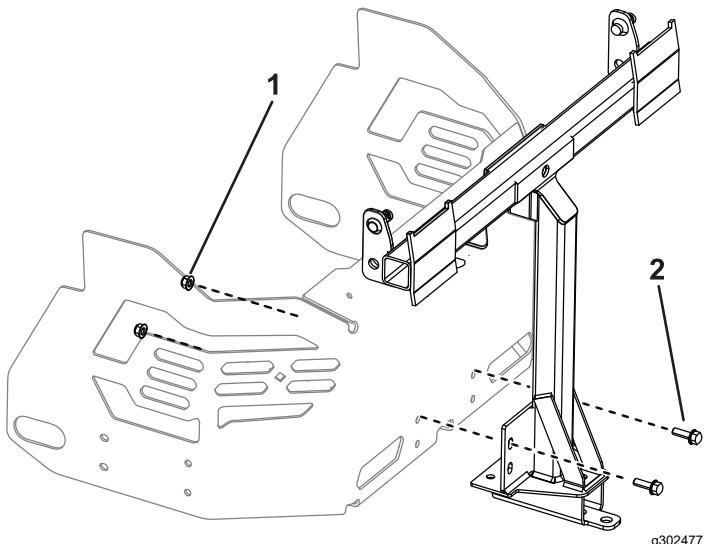

Figura 15
4. Blago pričvrstite okretni ram na ram mašine pomoću 2 zavrtnja ($5/16 \times 1$) i 2 kontranavrtke ($5/16$) kako je prikazano na Figura 15.
6. Pritegnite 2 zavrtnja (5/16 × 1") i 2 kontranavrtke (5/16") kako je prikazano na Figura 15.